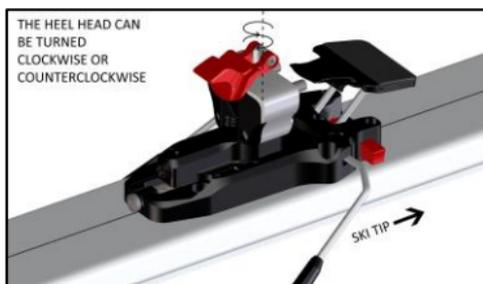

FIGURA 18
- Posizionare la talloniera nella configurazione illustrata in **FIGURA 18**, ruotandone manualmente il corpo superiore, ed avendo cura di ribaltare lo sportellino a fine corsa in direzione della coda dello sci.